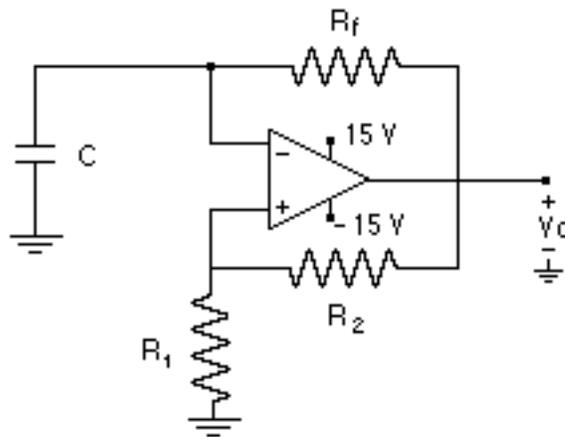

Figura 4.- Oscilador de onda cuadrada
14.- El circuito mostrado en la Figura 4 es un oscilador de onda cuadrada. En este caso el lazo de realimentación no se conecta a la entrada negativa sino a la entrada positiva. Esta es la diferencia fundamental entre los amplificadores lineales (amplificadores inversores, amplificadores diferenciales, integradores, sumadores, etc.) y los circuitos que oscilan. Explique brevemente el funcionamiento del circuito. Haga el diagrama de cableado del circuito que va a montar en el laboratorio.
17.- Monte el circuito oscilador de onda cuadrada de la Figura 4 con los valores indicados por su profesor y compruebe que funciona correctamente. Registre los valores de los componentes, la amplitud, la frecuencia y el ciclo de trabajo en la siguiente tabla y registre las formas de onda en el condensador y en la salida para compararlas posteriormente con las obtenidas en las simulaciones.